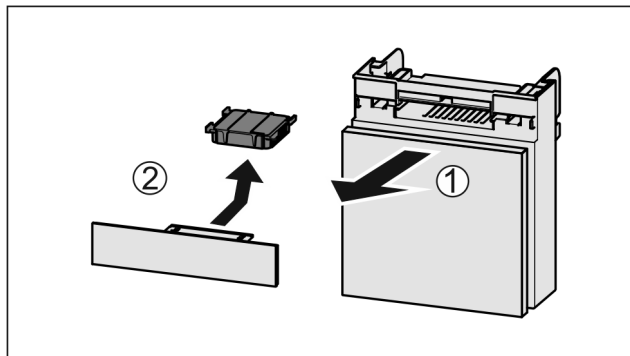

Fig. 46
- Zásuvku vytáhněte dopředu Fig. 46 (1).
- Filtr s aktivním uhlím vyjměte Fig. 46 (2).